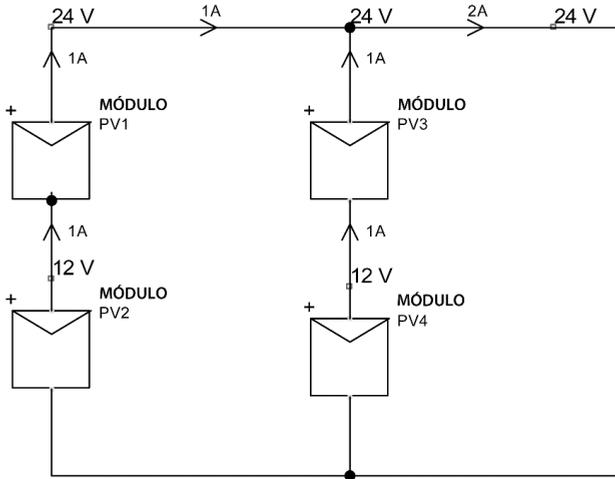

Figura 1.10. Conexión mixta de módulos fotovoltaicos
- **Conexión mixta:** se encuentran asociados tanto en serie como en paralelo. Se muestra un ejemplo en la figura 1.10, con cuatro módulos fotovoltaicos de 12 voltios y 1 amperio conectados en dos ramas de dos módulos en serie, para suministrar 24 voltios y 2 amperios.